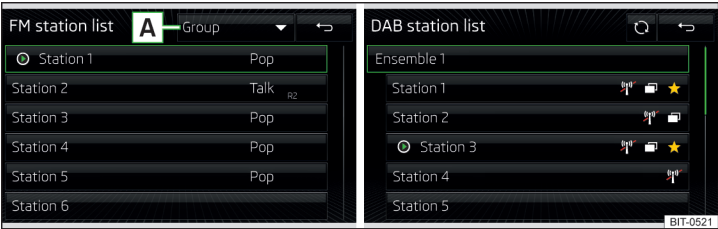
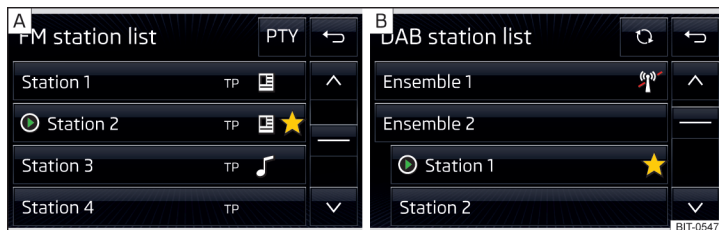

Fig. 176 Infotainment Columbus, Amundsen, Bolero: Ejemplo de la lista de emisoras FM/DAB disponibles:
Fig. 177 Infotainment Swing: Ejemplo de la lista de emisoras FM/DAB disponibles (orden jerárquico)
- Para **clasificar** (FM) las emisoras en la secuencia alfabética, según grupo o género, pulsar la superficie funcional » fig. 176 » .
- Para la **filtración** de la emisora según el tipo de programa (p.ej. cultura, música, deporte, etc.), en la lista de emisoras FM¹⁾ y DAB²⁾ pulsar la superficie funcional **PTY** » fig. 177 - .
- Para la actualización **manual**, pulsar la superficie funcional » fig. 176 y/o » fig. 177.